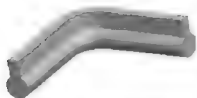

图 3.36 扫描实体特征
步骤 10: 单击草绘工具栏中的 按钮, 完成特征截面的绘制, 单击扫描对话框中的【预览】按钮, 特征如图 3.36 所示。
(1) 开放的轨迹线与封闭的截面: 这是一般情况, 如图 3.36 所示零件。